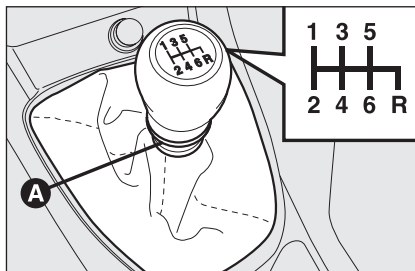
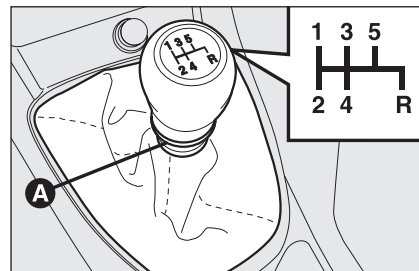
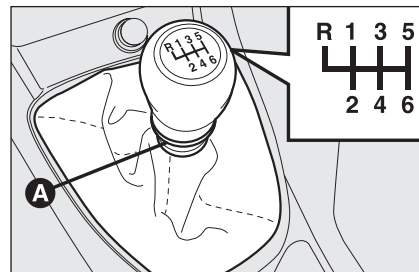

fig. 2
fig. 3
fig. 4
Pour engager les vitesses, enfoncer la pédale de l'embrayage et placer le levier de la boîte de vitesses sur la position désirée (le schéma pour l'engagement des vitesses est indiqué sur le pommeau du levier **fig. 2**, **fig. 3** et **fig. 4**).
Pour engager la marche arrière **R** à partir du point mort, il faut soulever le collier coulissant **A-fig. 2**, **A-fig. 3** ou bien **A-fig. 4** et simultanément :
- ☐ déplacer le levier vers la droite puis en arrière (versions 1.4i6V, 1.6 Multijet, 1.9 Multijet 16V) (**fig. 2**) et 1.9 Multijet 8V (**fig. 3**) ;
- ☐ déplacer le levier vers la gauche puis en avant (versions 1.4 T-JET, 1.4 Turbo Multi Air, 2.0 Multijet) (**fig. 4**).